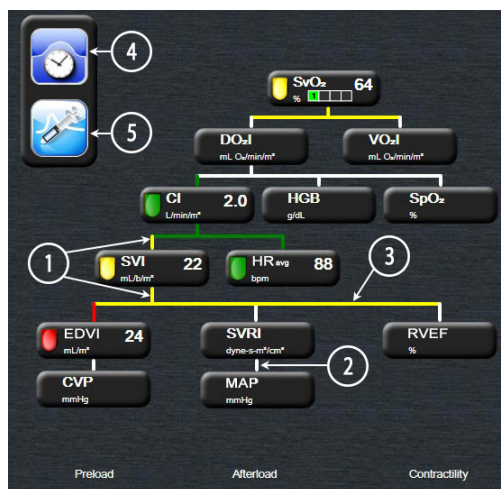

Рис. 5-14 Экран взаимосвязи физиологических данных при мониторинге с помощью модуля Swan-Ganz HemoSphere
- 2 Вертикальные линии, которые непосредственно соединяют два параметра, будут отображаться тем же цветом, что и фонарик параметра ниже (например, между показателями SVRI и MAP на рис. 5-14).
- 4 Левая панель появляется после проведения болюсного сеанса. Чтобы отобразить хронологические данные (когда они доступны), коснитесь значка часов с кривой (см. рис. 5-14).
На рис. 5-14 показан пример мониторинга с помощью модуля Swan-Ganz HemoSphere. В других режимах мониторинга внешний вид и параметры будут отличаться. Например, при мониторинге в режиме мониторинга с помощью датчика FloTrac показатель HR_{avg} заменяется показателями PR, PPV, отображается показатель SVV (если настроен), а также EDV и RVEF.